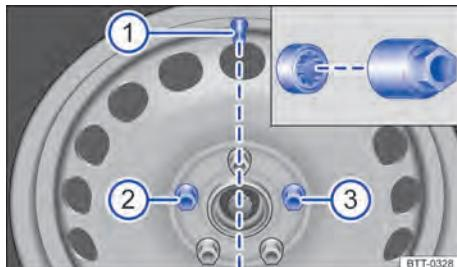

Fig. 174 Troca de roda: válvula do pneu ① e posições de montagem do parafuso de roda antifurto ② ou ③.
Antes de colocar a calota integral, o parafuso de roda antifurto deve ser aparafusado na posição ⇒ Fig. 174 ② ou ③. Do contrário, a calota integral não pode ser montada.
A calota integral da roda deve ser pressionada sobre o aro de tal modo que o recorte da válvula se posicione sobre a válvula do pneu ⇒ Fig. 174 ①. Ao colocar a calota integral, atentar para que se encaixe com segurança em toda a circunferência.
O parafuso de roda antifurto deve estar aparafusado em uma roda com calota integral na posição ⇒ Fig. 174 ② ou ③ em relação à posição da válvula do pneu ①. Do contrário, a calota integral não pode ser montada.
- Aparafusar o parafuso de roda antifurto com o adaptador na posição ⇒ Fig. 174 ② ou ③ no sentido horário e apertar levemente.